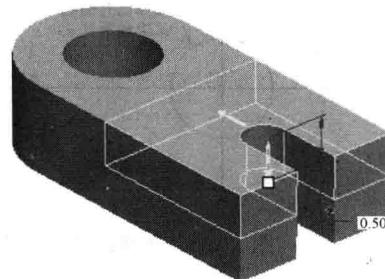

图 1-33 切剪材料特征
2) 单击拉伸操控板上的“材料拉伸方向”按钮 (左边第一个)，使拉伸方向向下，并按下“移除材料”按钮 ，在拉伸深度文本框中输入特征的拉伸深度值“0.5”，如图 1-33 所示。单击操控板上的按钮 ，生成模型如图 1-1 所示。
(4) 单击“保存”按钮 ，完成模型设计。